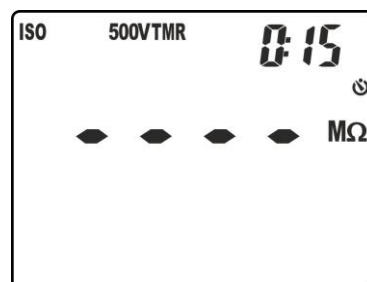

Fig. 20: Configuration du temps de mesure en mode TMR
5. Cliquer sur les touches **▼/⚡** ou **▲/ZERO** pour configurer le temps de mesure (Timer) en choisissant parmi les options : **15s, 30s, 1min, 5min, 10min**. Noter la valeur à droite de l'écran (voir Fig. 20)
5. Cliquer sur les touches **▼/⚡** ou **▲/ZERO** pour configurer le temps de mesure (Timer) en choisissant parmi les options : **1min** (pour mesure **DAR**) ou **10min** (pour mesure **PI**). Noter la valeur à droite de l'écran (voir Fig. 20)